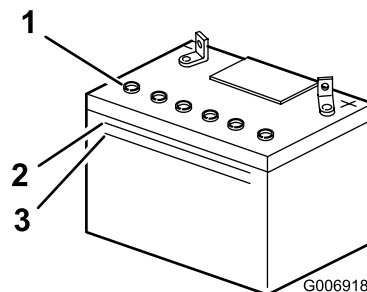

Figura 28
- Mire hacia el lateral de la batería. El electrolito debe llegar a la línea superior (Figura 28).
Nota: No permita que el electrolito esté por debajo de la línea inferior (Figura 28).
- Retire los tapones de ventilación de la batería (Figura 28).
- Vierta lentamente agua destilada en cada célula de la batería hasta que el nivel de electrolito llegue a la línea superior (Figura 28) de la caja de la batería.
- Espera de cinco a diez minutos después de llenar las células de la batería. Añada agua destilada, si es necesario, hasta que el nivel de electrolito llegue a la línea superior (Figura 28) de la caja de la batería.